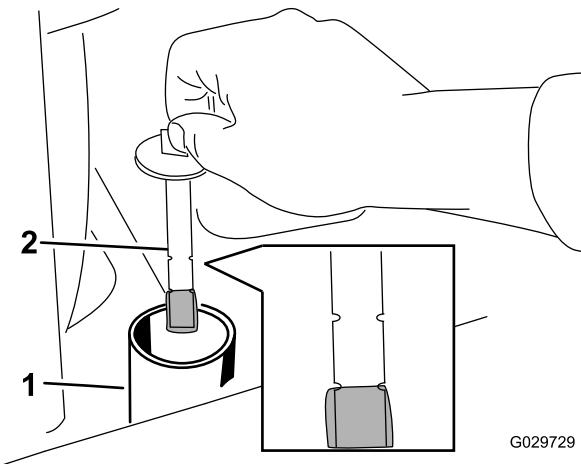

図 65
8. 油圧タンクの補給管のキャップを外し、ディップスティックで油量を点検する図 65。